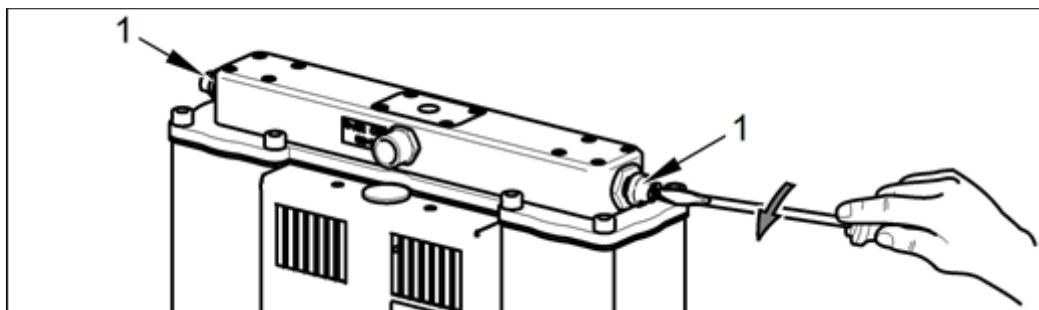

Рис. 25: Стравливание давления из камер осушителя
- Откройте вентиляционные пробки на выходном модуле оборудования (Рис. 25).